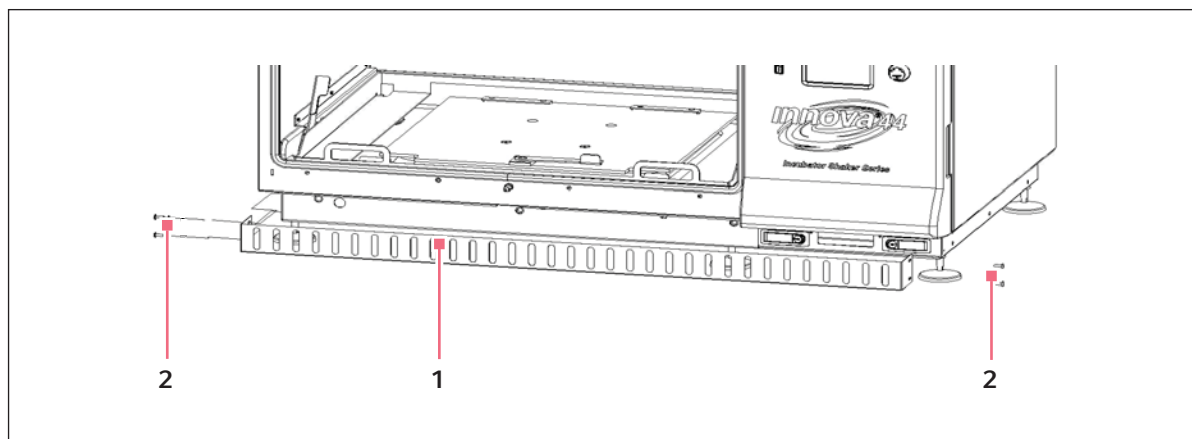

Fig. 6-1: Installazione della griglia frontale
3. Mantenere in posizione la griglia frontale (vedi Fig. 6-1 a pag. 22) e reinstallare le viti ad alette.